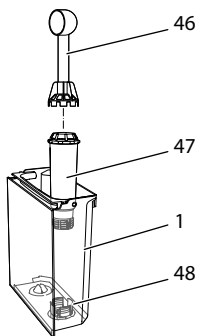

Fig. 25: Iskruning/udskruing af vandfilter
- Fjern vandfilteret, når maskinen opfordrer hertil (se Fig. 25, side 204).